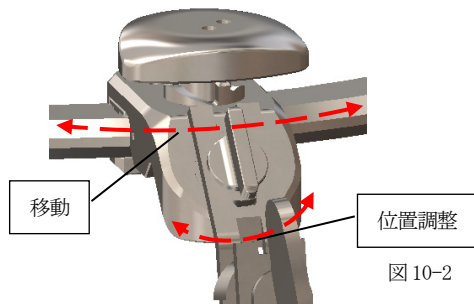

図 10-2
- (3)-2 レトラクタースライドアジャスターⅡを任意の位置に移動させてください。(図 10-2)